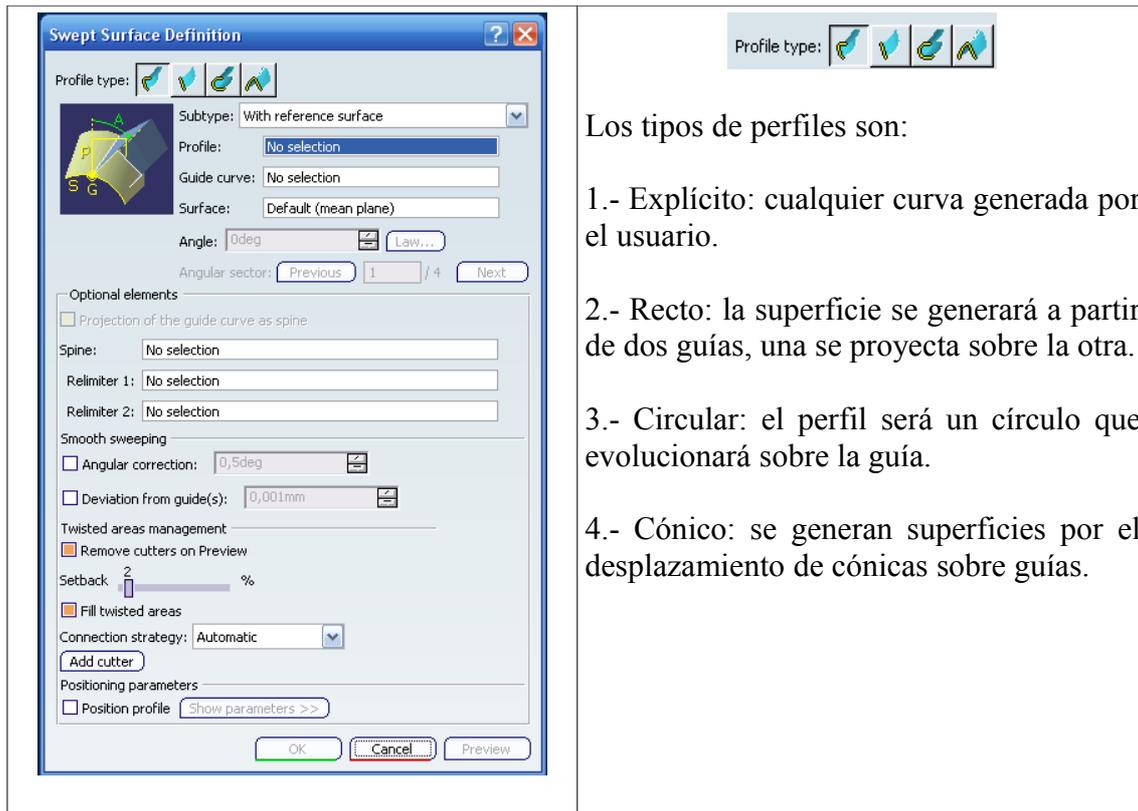

Ilustración 390: Definición de superficie por barrido.
Si se activa la operación *Sweep* aparece la ventana de definición de la Ilustración 390, en ella se puede seleccionar cuatro tipos diferentes de perfiles para realizar el barrido, que se irán comentando a continuación.
1.- *With reference surface:* la ventana de definición es la de la Ilustración 390. Habrá que seleccionar un perfil (*Profile*), que no tiene porque ser un Sketch, una curva que servirá de guía (*Guide curve*). También habrá que seleccionar una superficie que controlará la posición del perfil durante el barrido (por defecto es el plano en el que se encuentra la *Guide curve*). A esta superficie se le podrá imponer un ángulo entre ella y el perfil (*Angle*). A este ángulo se le
La posición del perfil respecto a la curva guía, también se puede controlar por el parámetro *Position Profile* de la ventana de definición de la operación (Ilustración 390).